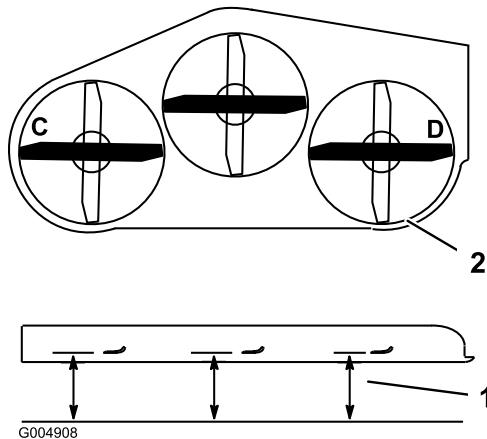

Figura 78
- Coloque las cuchillas en posición lateral. Mida en las posiciones **C** y **D** desde una superficie nivelada hasta el filo de corte de los extremos de la cuchilla (Figura 78).